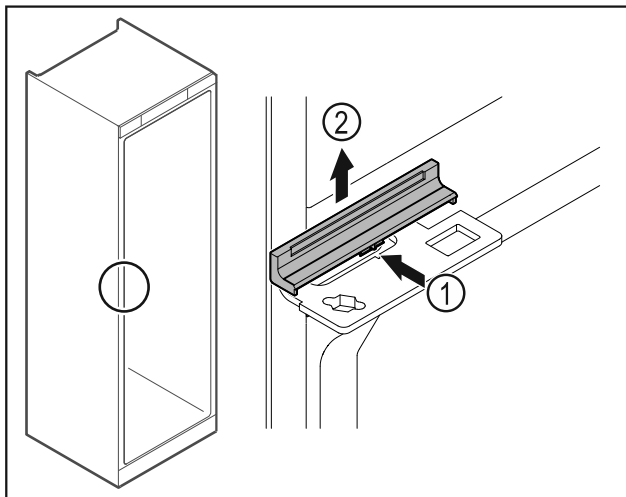

Fig. 38
- Abdeckung Fig. 38 (1) in der Mitte leicht eindrücken und nach oben abnehmen Fig. 38 (2).